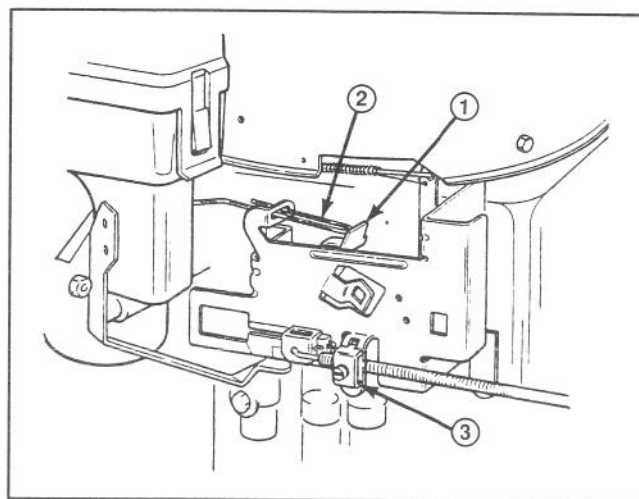

Figure 19
2. Le levier des gaz devrait à peine toucher la tringle du starter (Fig. 19); un réglage est nécessaire s'ils ne sont pas dans cette position.
- B. Desserrer la vis de la bague de serrage du câble de la commande des gaz (Fig. 19) et déplacer la gaine du câble de commande et le fil jusqu'à ce que la manette de la commande des gaz touche la tringlerie du starter.